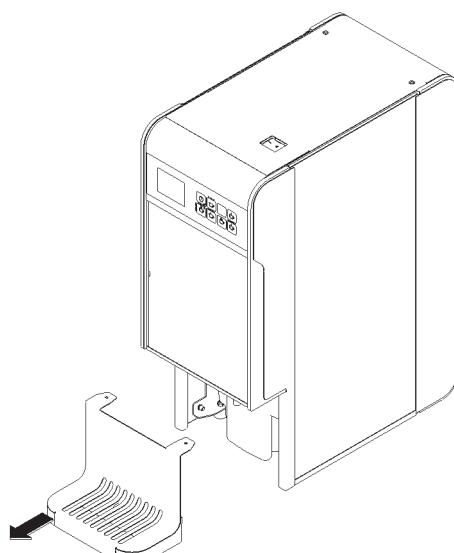

figura 1
- 2 Rimuovere il cassetto raccogligocce (1)ed i beccucci di erogazione del prodotto (vedere figura 1).
6 Abbassare la copertura anteriore, i beccucci di erogazione ed il cassetto raccogligocce con sequenza inversa a quella descritta in precedenza (vedere figura 1).